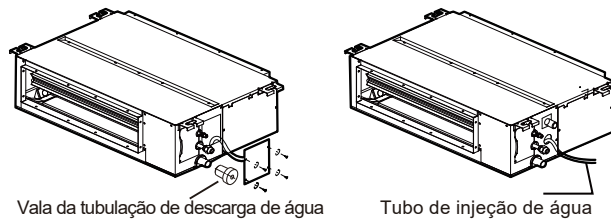

Figura 19
4. Abra a tampa de teste da água, continue a adicionar água (a Figura 19 mostra a entrada de água) até que o alarme de nível excessivo de água seja acionado. Verifique se a bomba de drenagem drena a água imediatamente. Após três minutos, se o nível da água não cair abaixo do nível de aviso, a unidade será desligada. Neste momento, é necessário desligar a alimentação e drenar a água acumulada antes de poder ligar a unidade normalmente.